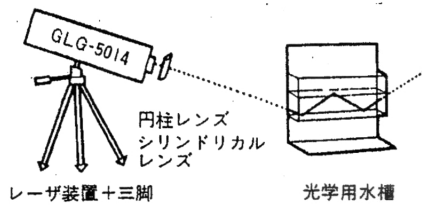

図3 鏡を底に敷いた全反射の実験
1. 水中から空气中へ進む光は、入射角が 48.5° 以内では全反射して、空气中には出ません。全反射の発展実験としては図3のようなことが簡単にやれます。